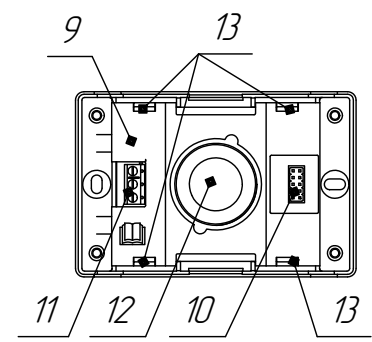

Рисунок 1.1 - Сигнализаторы оксида углерода и горючих газов СТГ-1. Внешний вид
Для снятия передней панели БКС и БД необходимо пальцами обеих рук одновременно надавить на переднюю крышку сверху и снизу в зонах защелок (13) (см. рисунок 1.1) и потянуть на себя.